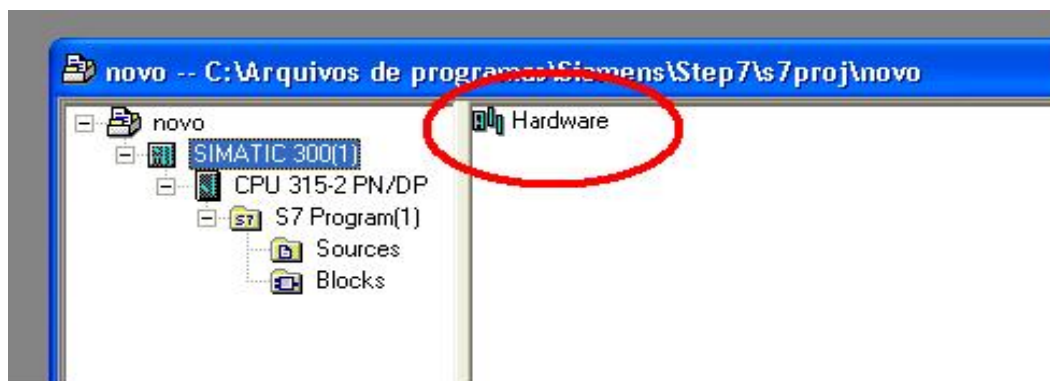

Figura 1.4: Adicionando a CPU ao projeto.
- Na coluna à esquerda da janela irá surgir um novo ícone denominado *SIMATIC 300*. Dê um duplo clique nesse ícone e em seguida um novo duplo clique no ícone *Hardware* que está presente na coluna da direita (ver figura 1.4).
Para configurar o hardware a ser utilizado é preciso primeiramente abrir a janela *HW – Config.* através do *SIMATIC manager*. Para tanto proceda um duplo clique no ícone *hardware* de *SIMATIC 300* (ver figura 1.4).